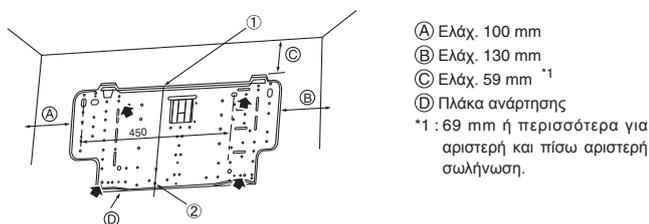

Fig. 3-3
▶ Το εξάρτημα της βάσης για τη στήριξη της μονάδας πρέπει να στερεώνεται στα δύο άκρα όσο και στο κέντρο. Ποτέ μη το στερεώνεται σε ένα μόνο σημείο ή με ασύμμετρο τρόπο. (Εάν είναι δυνατό, στερεώστε το εξάρτημα σε όλες τις θέσεις που δείχνονται με τα έντονα βέλη.) (Fig. 3-3)